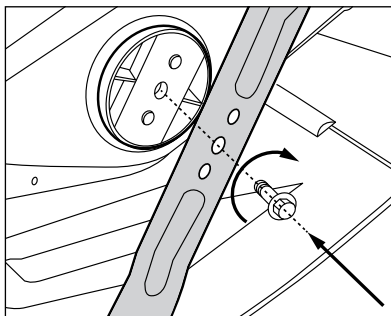

Рис. 13
5. Закрепите новый нож болтом, подложив под него шайбу. Необходимо обратить внимание на то, чтобы нож был правильно ориентирован (рис. 13).